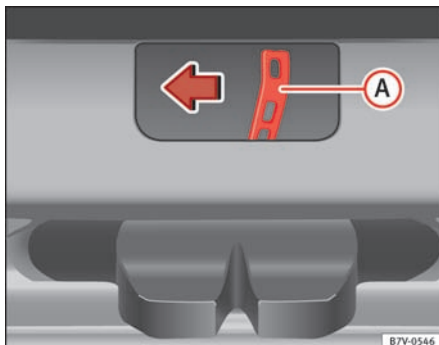

Fig. 189 Fra bagagerummet: nødoplåsning af bagklap
- Tryk oplåsningsarmen ⇒ Fig. 189 **A** i pilens retning for at låse bagklappen op.